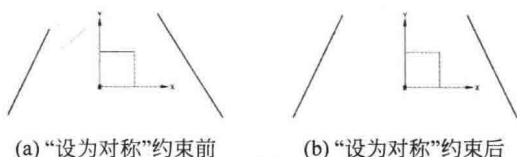

图 1-34 “设为对称”约束
- 设为对称：单击“设为对称”按钮, 先选第一条曲线, 再选另一条曲线, 最后选 Y 轴为对称轴, 将两条曲线设为关于 Y 轴对称, 如图 1-34 所示。